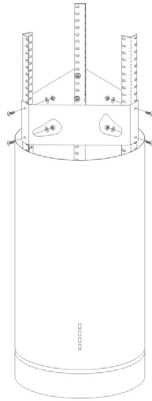

Рис. 6
- Підняти витяжку. За допомогою 16 гвинтів M4\*10 прикріпити корпус витяжки до металевих кутників, див. Рис. 6.
5. Встановити фіксатори кутників на три установлених кутники і закріпити їх за допомогою 6 гвинтів M4x10, гайок M4 і шайби. Див. Рис. 6.